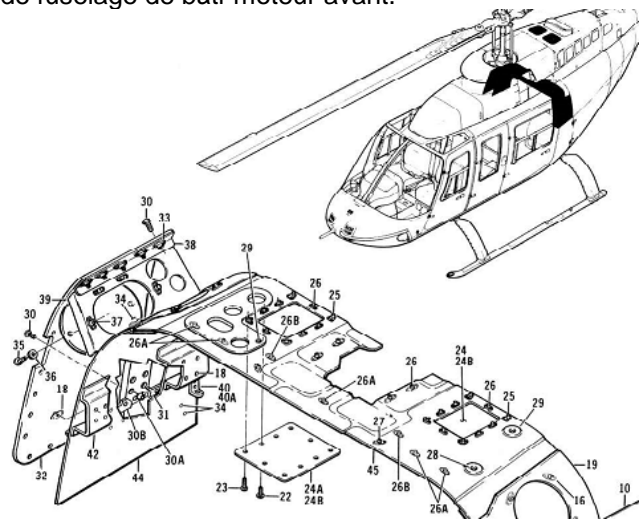

Figure 1.
Durant certaines parties de l'inspection progressive, il faut ouvrir les ensembles de porte indiqués à la figure 1 (éléments 24, 24A et 24B) afin d'inspecter le matériel arrière le plus profond des ensembles de soutien de pylône pour la transmission et la structure de fuselage de bâti-moteur avant.
1. Chaque fois que les ensembles des portes droite et gauche précisés à la figure 1 (éléments 24, 24A et 24B) de la présente ASAC sont retirés, déterminer la présence de rivets corrodés et desserrés, et des fissures en effectuant une inspection détaillée couvrant entièrement la structure interne des